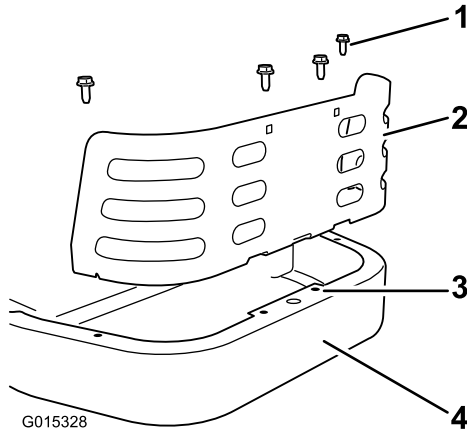

Figure 10
1. Montez le déflecteur arrière sur le bâti, derrière le moteur (Figure 10). Alignez les trous dans les languettes du déflecteur sur les trous existant dans le bâti arrière.
2. Fixez le déflecteur au bâti avec quatre vis autotaraudeuses (5/16 x 3/4 pouce), comme illustré à la Figure 10.